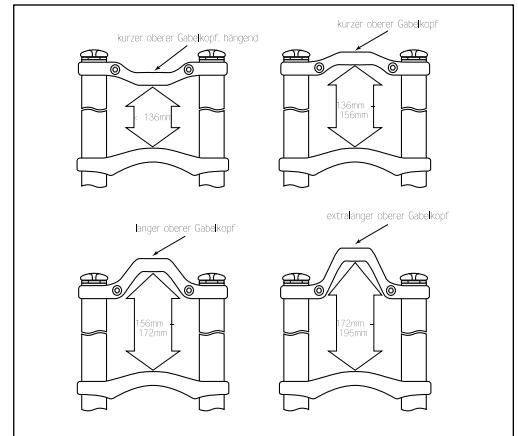

Fig. 2
2. Bevor Sie die Judy XL am Fahrrad montieren, überzeugen Sie sich, daß die Gabel mit dem richtigen oberen Gabelkopf geliefert worden ist. Auf Abb. 2 sehen Sie die verschiedenen oberen Gabelköpfe, die es für die Judy XL gibt. Dort sehen Sie auch, wie Sie die Verwindungssteife der Gabel optimieren können, indem Sie den oberen Gabelkopf richtig auswählen und richtig ausrichten.